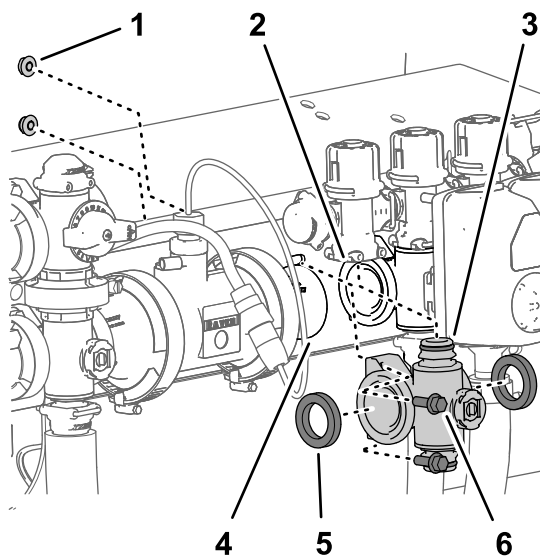

Рисунок 122
4. На коллекторах клапанов левой и правой секции выверните 2 болта с фланцем ($\frac{1}{4}$ x $\frac{3}{4}$ дюйма) и 2 фланцевые контргайки ($\frac{1}{4}$ дюйма), которые крепят коллектор клапана секции к опоре клапана (Рисунок 122).
5. Чтобы освободить доступ к перепускному клапану секции, переместите коллектор клапана секции и прокладки вниз и в сторону от машины (Рисунок 122).